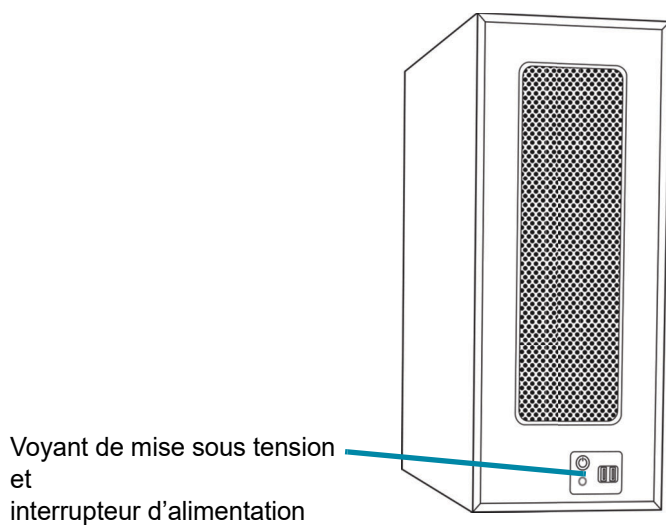

Figure 4-3 Mise sous tension de l'ordinateur de l'imageur numérique
3. Mettre l'ordinateur de l'imageur numérique sous tension. (Voir la Figure 4-3.)